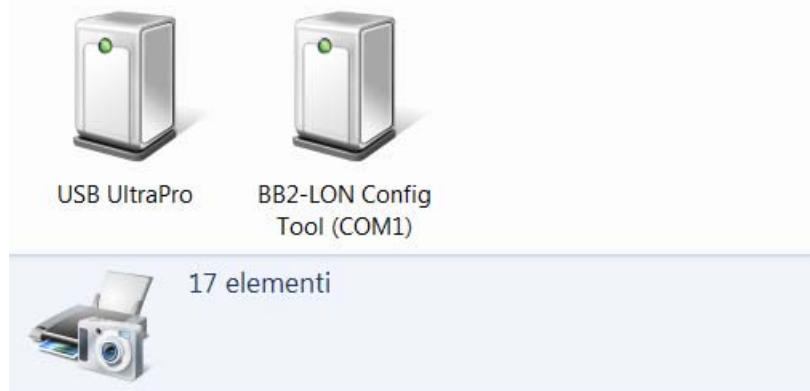

Figura 5: Dispositivos e impresoras
3. Elegir como Dispositivo BB2-2010 la puerta de comunicación COM asociada a la puerta USB (para saber el número de la COM en Windows: Inicio->Dispositivos e impresoras, ver Figura 5), luego pulsar "Connect".